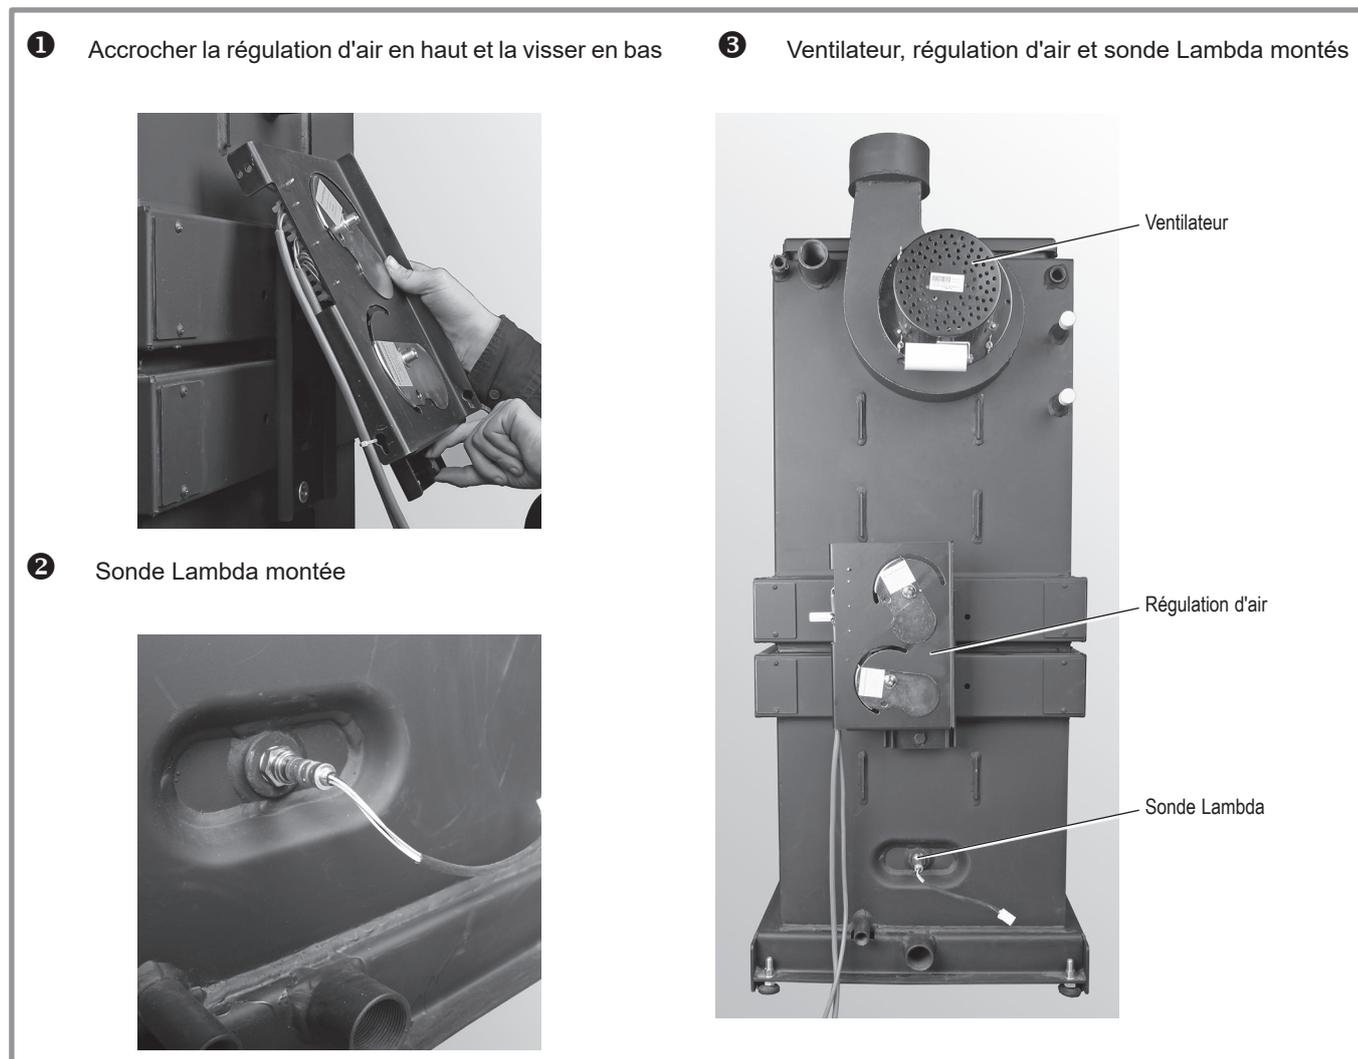

fig. 15 - Ventilateur, régulation d'air et sonde Lambda
- Fixer le ventilateur sur la volute du ventilateur à l'aide de 4 écrous à oreilles (fig. 15 - ③).
- Accrocher la régulation d'air en haut et la fixer en bas avec une vis (fig. 15 - ① - ③).
- Insérer et visser manuellement la sonde Lambda, puis resserrer d'environ 1/4 de tour avec une clé à fourche (Ø 22) (fig. 15 - ② - ③).